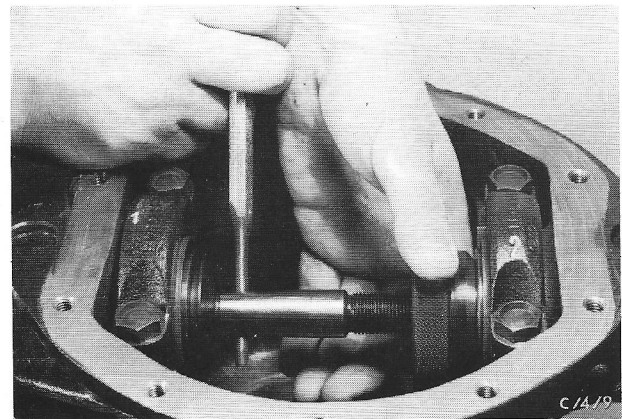

Fig.38 Kaliberstift stellen.
19. Houd de kaliberstift met een doorslag tegen en draai de gekartelde moer zodanig tegen het lager, dat (nadat de doorslag is verwijderd) de kaliberstift nog met de gekartelde moer kan worden gedraaid (fig.38). Draai de kaliberstift enkele malen zodat de lagers zich kunnen zetten.